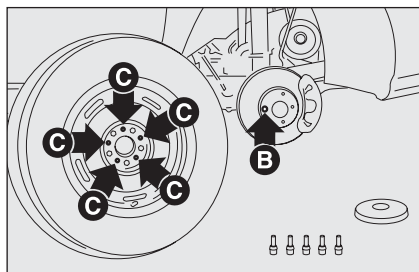

fig. 6
- ☐ assicurarsi che la ruota di scorta sia, sulle superfici di appoggio, pulita e priva di impurità che potrebbero successivamente, causare l'allentamento dei bulloni di fissaggio. Montare la ruota di scorta, facendo coincidere uno dei fori **C-fig. 6** con il perno **B**;